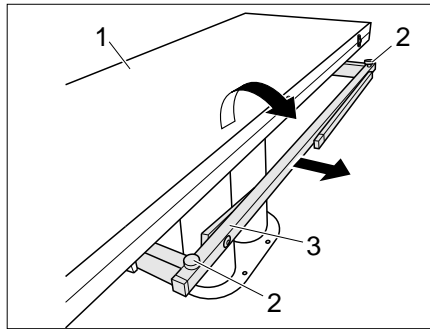

Bild 108 Tisch vergrößern
- Tischunterbau (Bild 108,3) herausziehen.
- Tischhälfte (Bild 108,1) ausklappen.
- Gewünschte Höhe der Tischplatte mit den zwei Einstellschrauben (Bild 108,2) einstellen.